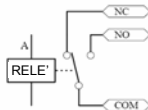

Figura 3
3. Salida de la electrocerradura (véase la Figura 3)